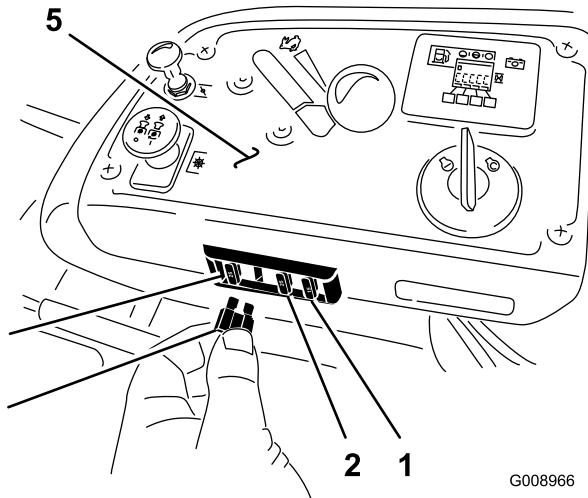

Figura 61
1. I fusibili sono posizionati sulla consolle destra vicino al sedile (Figura 61).
3. Montate un fusibile nuovo (Figura 61).